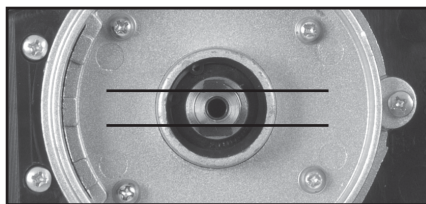

Fig. 12
Nota: las dos (2) caras mecanizadas en el husillo del motor que encajan en la almohadilla de refuerzo para proporcionar una impulsión y localización correctas. (Fig. 12)